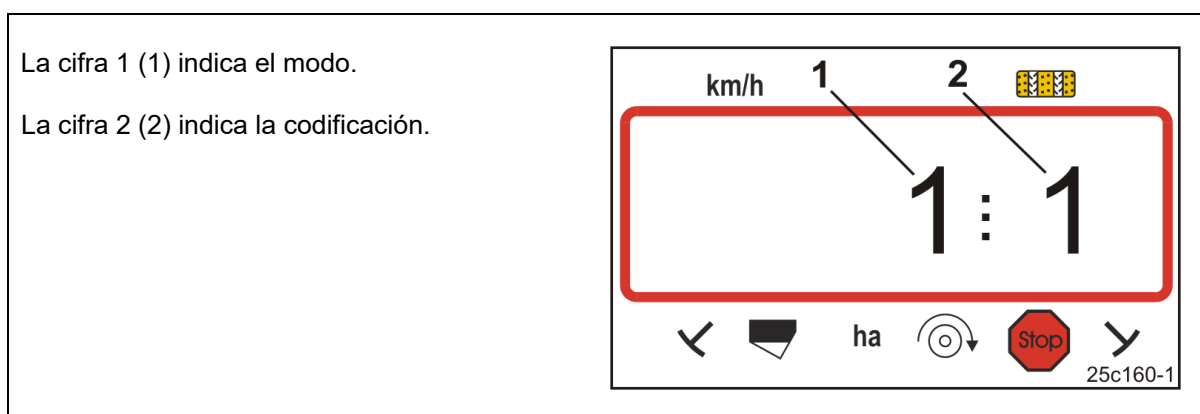

Fig. 14
El terminal de mando requiere la entrada de los datos de la máquina en forma codificada (véase Fig. 14).
- Abrir modo 1 (véase Fig. 14).